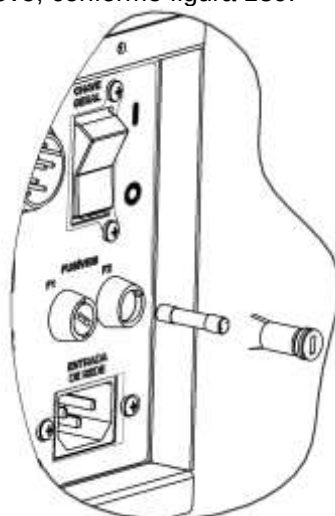

Figura 189 – Fusíveis 10A – Tipo F 20 AG
- Retire o fusível para fora e coloque o novo, conforme figura 189.